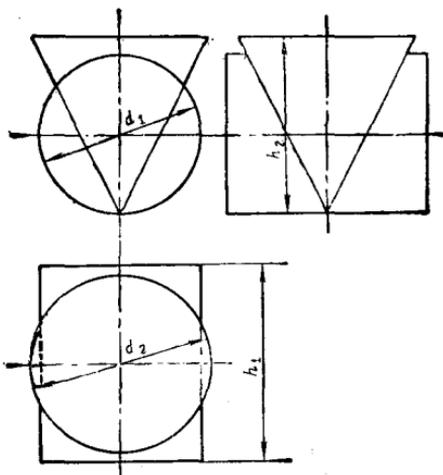

图 18
8. 求作圆柱和圆锥相交的相贯线，写出作图步骤（见图18）。已知： $d_1 = 40\text{ mm}$ ， $d_2 = 45\text{ mm}$ ， $h_1 = 50\text{ mm}$ ， $h_2 = 45\text{ mm}$ 。